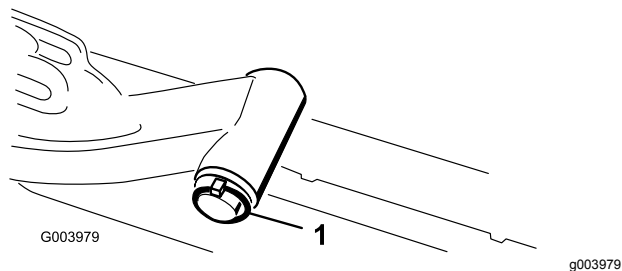

Figure 12
A. Retirez la goupille à anneau et la rondelle qui fixent l'axe de pivot du bras de levage au bras de levage, et sortez l'axe de pivot du bras (Figure 12).
- C. Insérez l'axe du bras de levage dans le bras et fixez-le à l'aide de la rondelle et de la goupille à anneau (Figure 12).